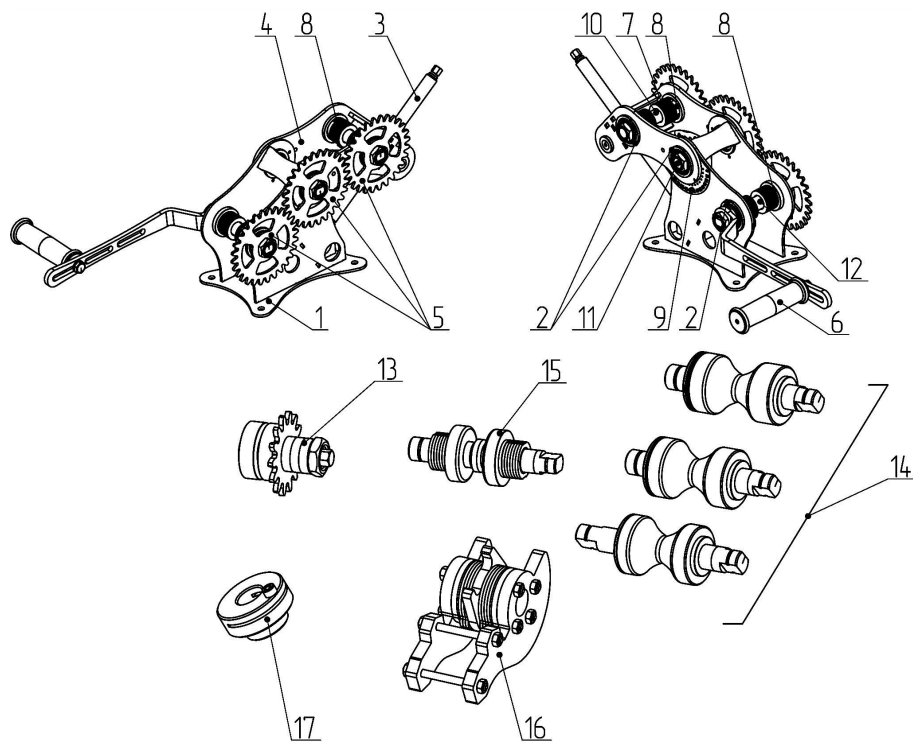
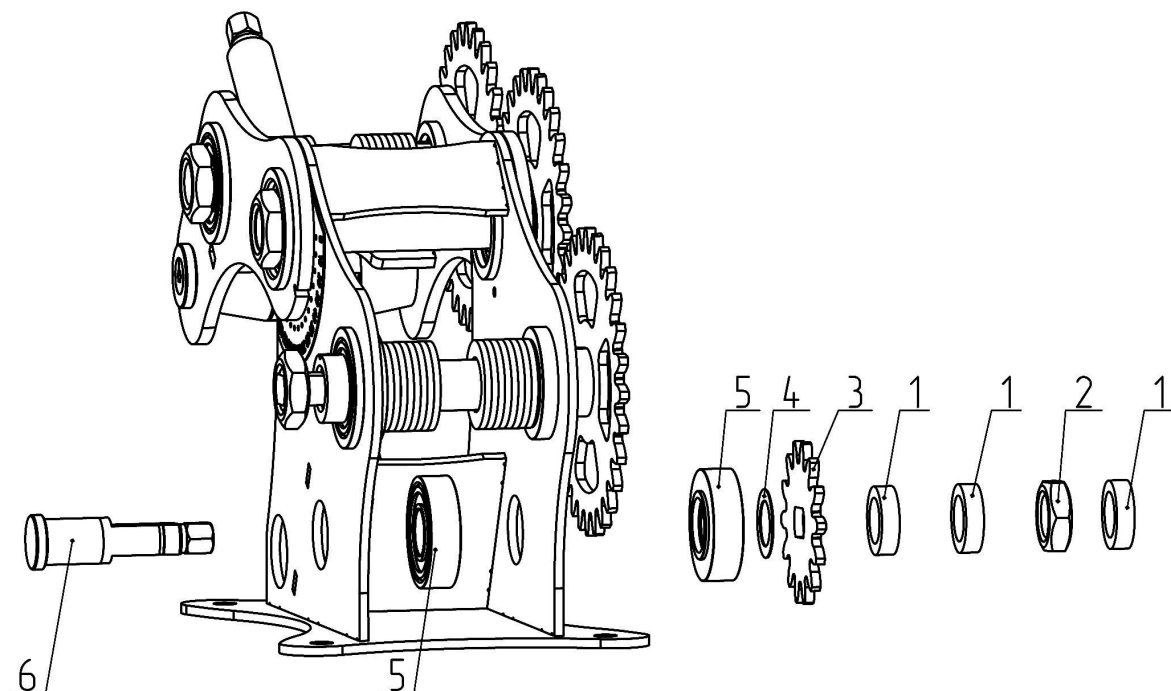
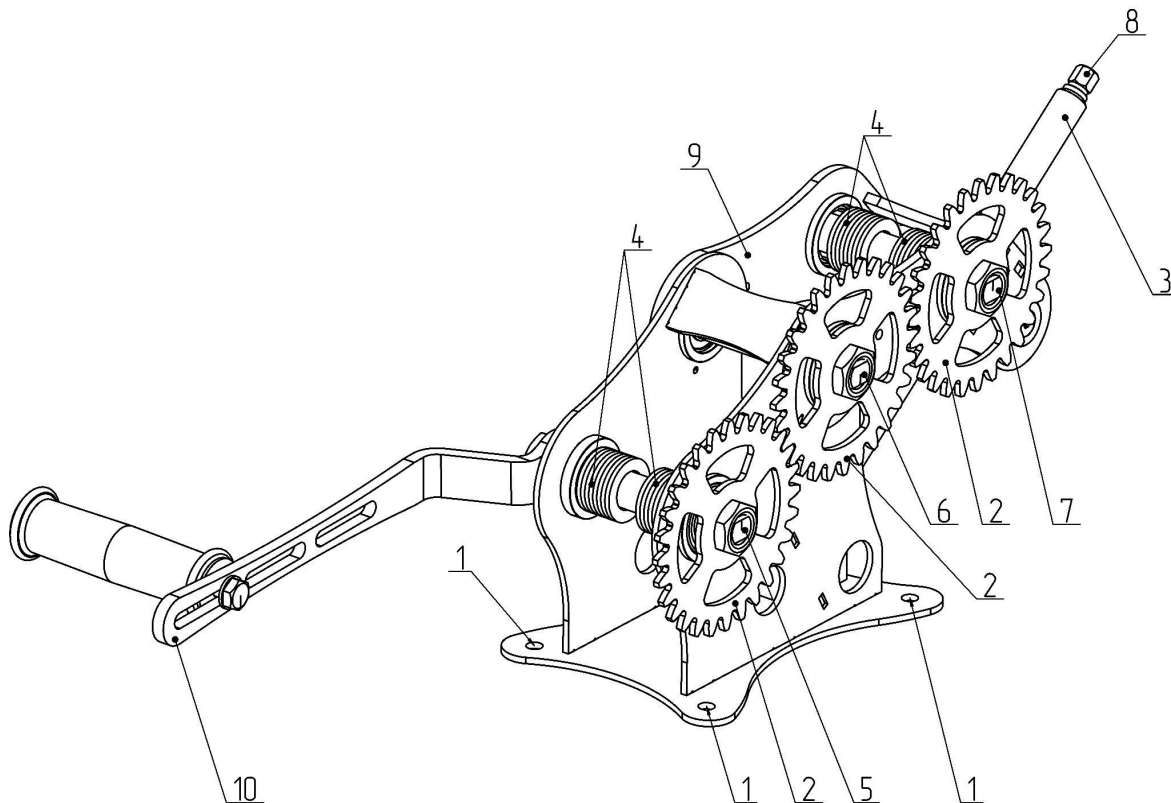

Рисунок 1 — Основные составные части и внешний вид трубогиба.
Рисунок 4 — Установка приводной шестерни в трубогиб.
Рисунок 10 — Общая схема трубогиба.
**ВНИМАНИЕ!** Необходимо соблюдать правильное расположение валков (5) и дистанционных шайб (7). Каждый валок помечен кольцевыми рисками. Дистанционные шайбы помечены продольными вырезами. Количество рисок (вырезов) определяет положение валков и дистанционных шайб. Порядок нумерации идёт от основания трубогиба к поворотной раме (по Рисунку 3 — слева направо). Дополнительные сменные валки так же помечены кольцевыми рисками.
В дополнительную поставку трубогиба входит шестерня приводная (13) (см. Рисунок 1). В её комплект входят (см. Рисунок 4): три шайбы (1), гайка (2), два подшипниковых узла (5), шайба регулировочная (4), шестерня (3) и вал (6). Установка шестерни приводной осуществляется в порядке, указанном на Рисунке 4. С помощью гайки (2) регулируется преднатяг подшипниковых узлов (3).
**ВНИМАНИЕ!** Преднатяг одновременно должен обеспечивать достаточную фиксацию подшипниковых узлов (5) в корпусе трубогиба и свободное вращение вала (6).
Установите трубогиб на плоскую поверхность и зафиксируйте его болтами М6-М8 либо шурупами (саморезами) через отверстие (1) (см. Рисунок 10).
1. Перед первым использованием смажьте пластичной смазкой шестерни (2), резьбу винта (3).
2. Подберите величину зазора между шайбами (4) на опорных валках (5, 7) для надёжной фиксации профиля при прокате. Для этого добавьте или уберите нужное количество шайб (4).
3. Установите заготовку между опорными (5, 7) и прижимным (6) валками.
4. Вращая винт (3) за наконечник (8), поднимите поворотную раму (9) до касания опорных валков центрального вала (6) заготовки.
5. Произведите необходимое количество оборотов, вращая винт (3) за наконечник (8) и придавая заготовке небольшой изгиб.
6. Вращая рукоятку (10), прокатите заготовку на нужное расстояние.
8. Если вам необходимо повторить радиус получившегося загиба на другой заготовке, воспользуйтесь линейкой повторяемости (см. Рисунок 1, пункт 11).
9. Для извлечения профиля опустите поворотную раму (7), вращая винт (3) за наконечник (8), достаньте заготовку.